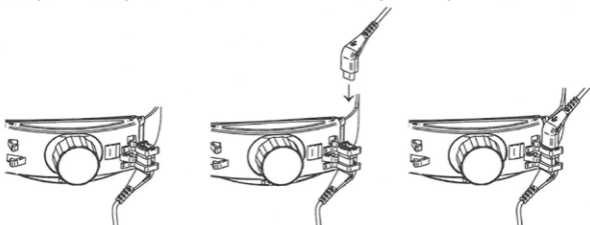

Fig. 8
Para montar o ML4 LED com mPack ou EN50, conecte o cabo curto do controle de brilho com o cabo de conexão mPack UNPLUGGED e o fixe na parte de trás da cinta de cabeça (fig. 8). Conecte a tomada do instrumento no encaixe do mPack ou no EN50. O regulador (1) (fig. 6) permite ajustar a luminosidade e ligar e desligar o equipamento.